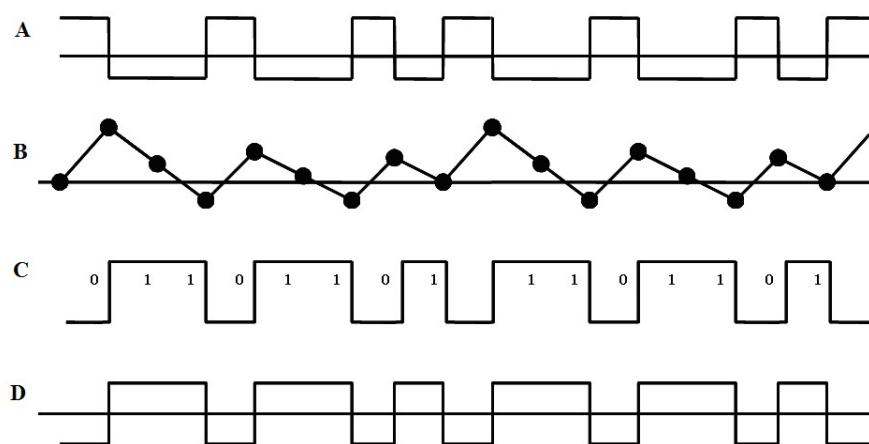

图3 1阶 Σ - Δ 调制器中各点信号的波形示意
(1) 要求 (1) 中，要求减法器、积分电路、比较器和 1 位 DAC 分别用独立电路实现，并在 A、B、C、D 信号处应留有测试口，以便对信号波形进行观察。图 3 给出了各点的信号参考波形示意。